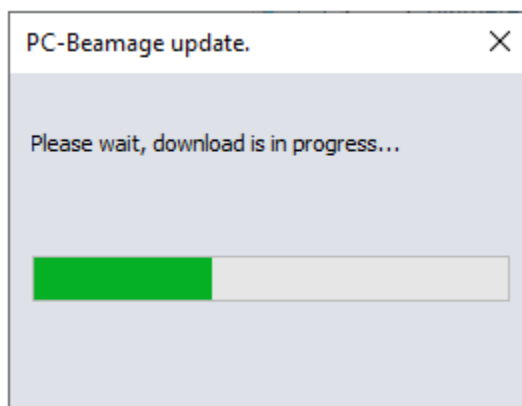

Figure F-2 PC-Beamage update
- 2) Cliquez sur le bouton Yes (Oui), pour démarrer le téléchargement de l'installateur Beamage contenant la nouvelle version logicielle, voir **Figure F-2**